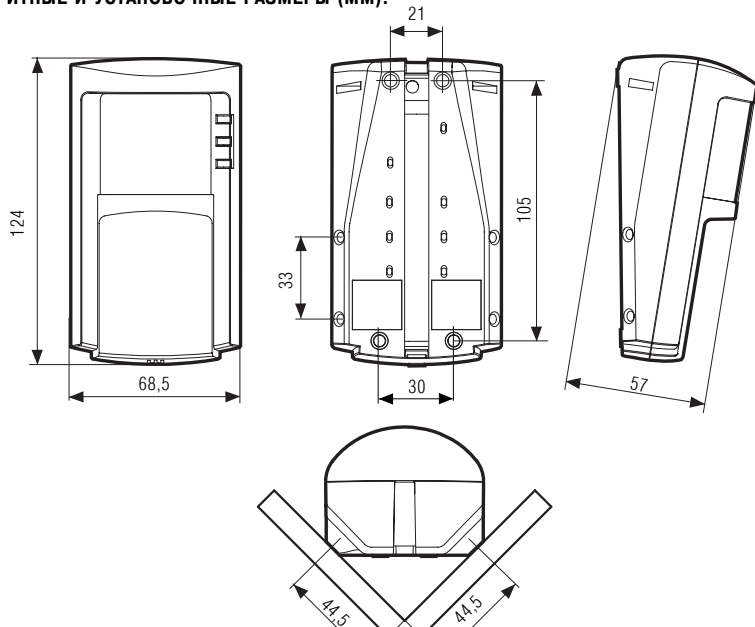

Рис.9
- произвести на стене разметку под крепеж (Рис.9);